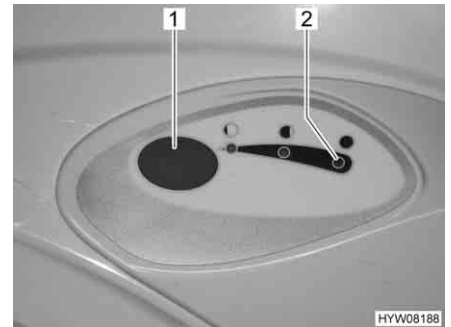

Fig. 227 Botón del inodoro/luz de control del inodoro Thetford
- Para lavar, pulsar el botón del inodoro azul (Fig. 227,1).
La luz de control (Fig. 227,2) se enciende cuando es necesario vaciar el depósito de aguas fecales.